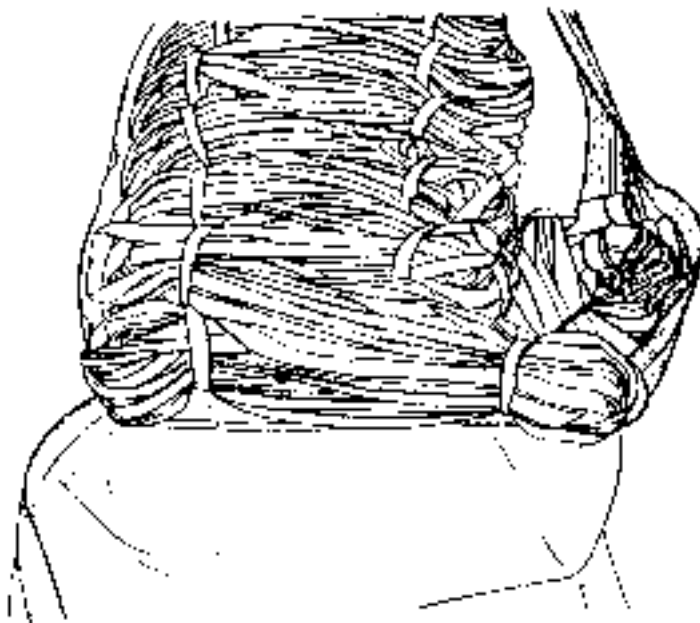

**Fig. 4.39 - Fixation des suspentes**
- Ramener le faisceau de suspentes vers le fond du sac au-dessus de la troisième sangle à passants et le fixer au pontet terminal par un tour de drisse de 25 daN (60 cm) (nœud de huit, nœud de plein poing, (fig. 4.39) et nœud témoin sur le pontet).